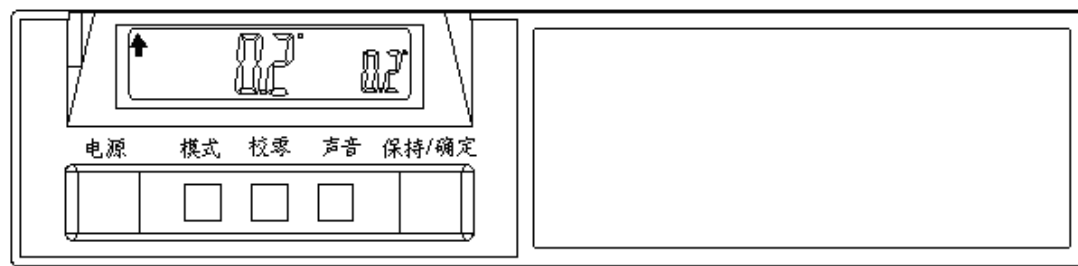

图 G-1
坡度计正面分为以下几大部分：液晶显示区，按键区，标签区，见图 G-1。
坡度计的角度显示有符号数，最小分辨单位 0.1。坡度计如图 G-1 水平放置，此时坡度计左测量面高于右测量面时为正角度，同时向上的箭头被点亮。左边低于右边时为负角度，同时向下的箭头亮起。
**设置方式：**通过【电源】按钮设置，见图 G-1 所示；
**设置方式：**通过【保持/确定】按钮设置，见图 G-1 所示；
**设置方式：**通过【校零】、【保持/确定】按钮设置，见图 G-1 所示；
**设置方式：**通过【声音按钮设置，见图 G-1 所示；